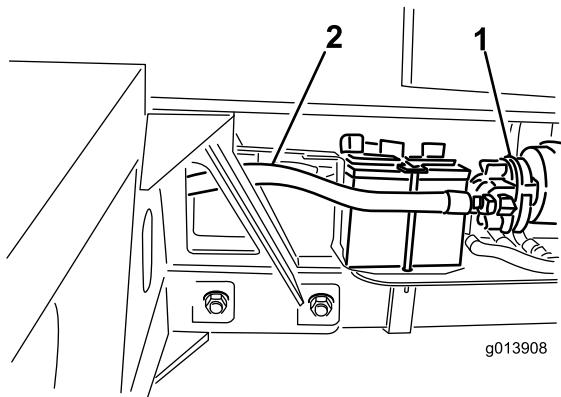

図 12
37. 油圧ホース #4 を油圧ポンプの吸い込み側に接続する（図 12）。